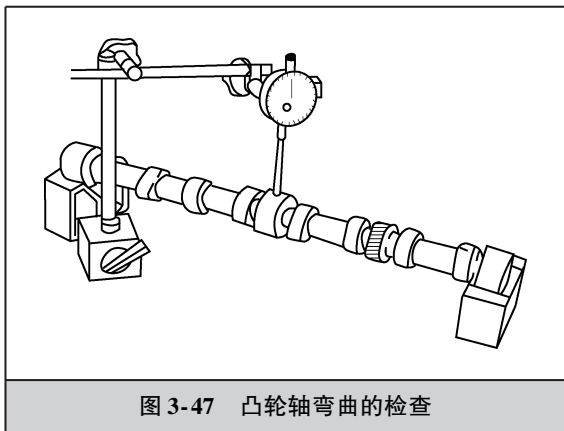

图 3-47 凸轮轴弯曲的检查
(1) 凸轮轴的损伤形式 凸轮轴常见的损伤是凸轮轴的弯曲变形、凸轮轮廓磨损、支承轴颈表面的磨损以及正时齿轮驱动件的损伤等。这些损伤会使气门的最大开度和发动机的充气系数降低，配气相位失准，并改变气门上下运动的速度特性，从而影响发动机的动力性、经济性等。
(2) 凸轮轴弯曲变形的检修 凸轮轴的弯曲变形是以凸轮轴中间轴颈对两端轴颈的径向圆跳动误差来衡量的，检查方法如图 3-47 所示。将凸轮轴放置在 V 形架上，V 形架和百分